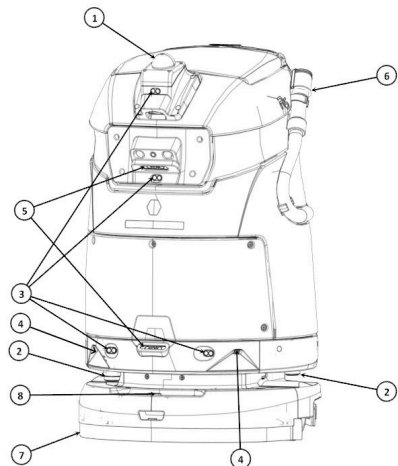

Figura 1
1. LiDAR 3D (Figura 1)
2. LiDAR 2D (Figura 1)
3. sonar (Figura 1)
4. sensore a tempo di volo (Figura 1)
5. telecamera di profondità (Figura 1)
6. tubo di scarico del serbatoio di recupero (Figura 1)
7. deflettore frontale (Figura 1)
8. sgancio del coperchio della testata lavante (Figura 1)